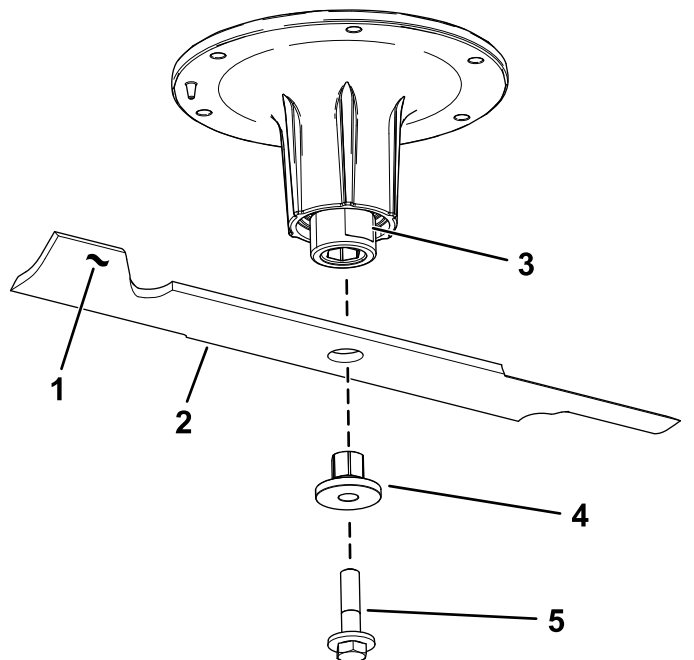

Figura 79
2. Retire el perno de la cuchilla, el casquillo y la cuchilla del eje (Figura 79).